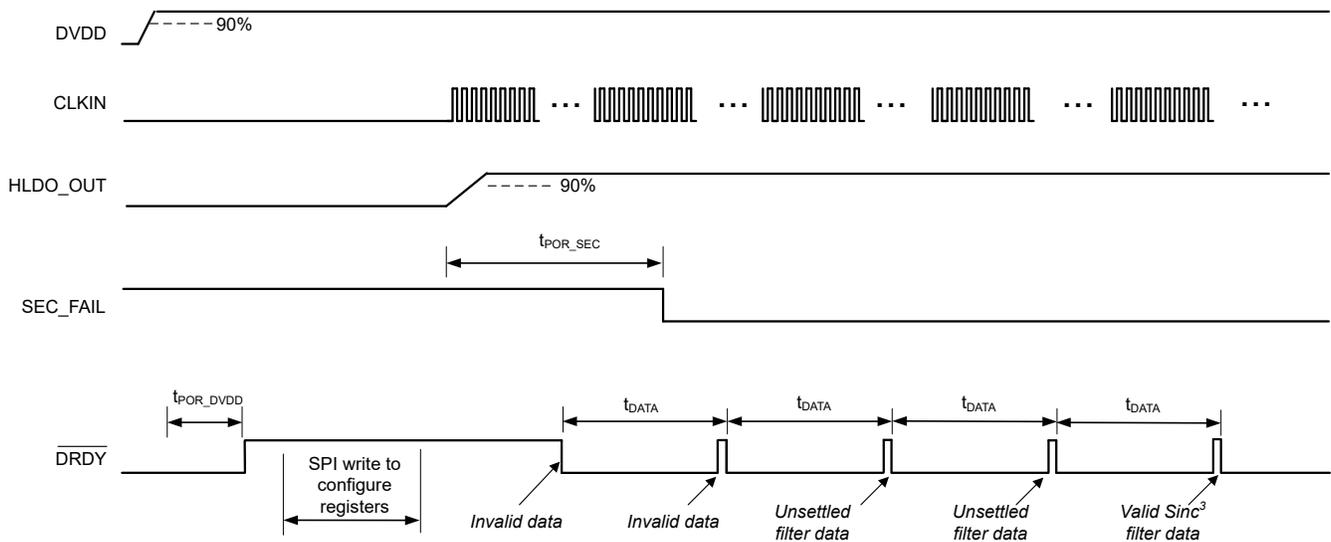
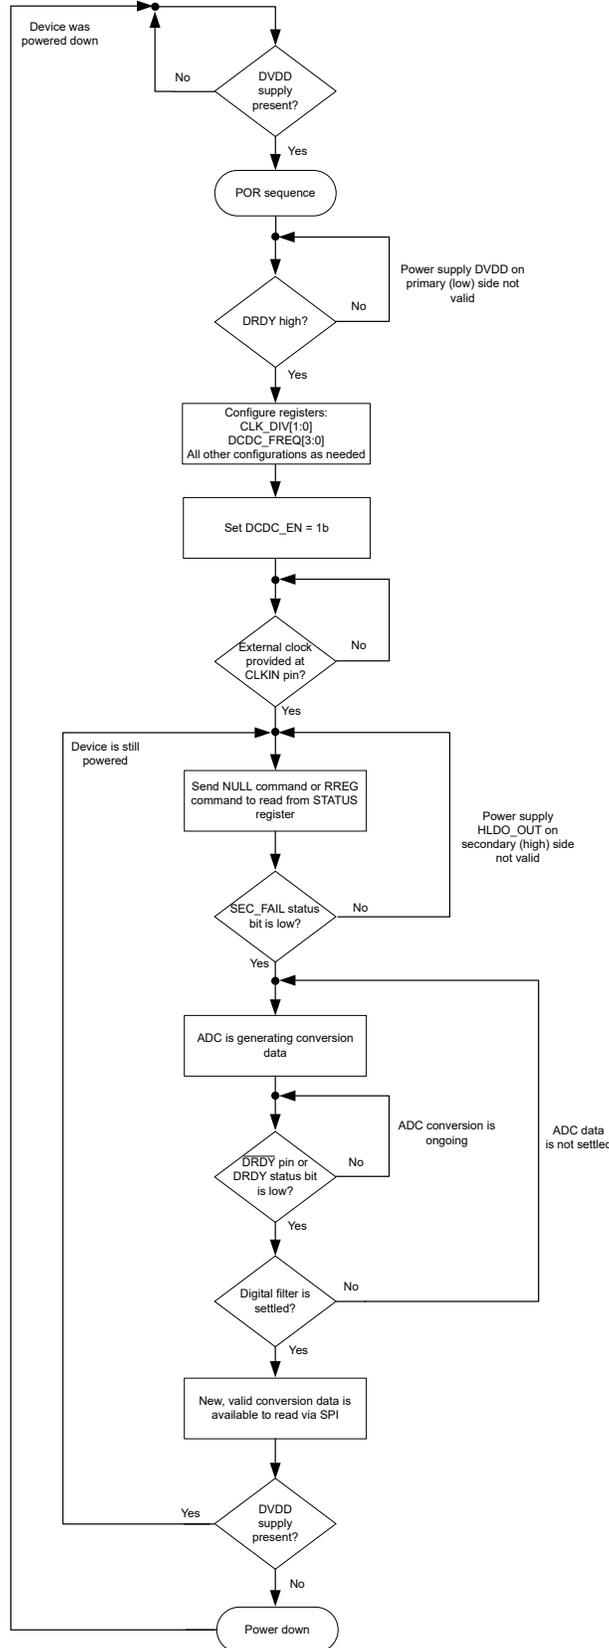

图 8-18. 上电启动行为和稳定时间，OSR = 1024
图 8-19. 上电启动过程的流程图
本节介绍了 AMC131M03-Q1 上电的推荐步骤。图 8-18 所示为使用此建议序列时器件行为的时序图。图 8-19 以图形方式提供了建议序列的流程图。
- $\overline{\text{DRDY}}$  从高电平转换到低电平表示新的转换数据可用。如图 8-18 所示，只有 SEC\_FAIL 在转换期间读取为 0b 时，ADC 数据才有效。图 8-18 中显示的前两个转换结果表示无效数据。
- 当 ADC 生成有效数据时，数字滤波器必须稳定，如 *SINC3* 和 *SINC3 + SINC1* 滤波器部分所述。图 8-18 中显示的两个后续转换结果是未稳定的结果（假设 OSR 等于 1024），而显示的最后一个转换结果提供了有效的稳定数据。
在图 8-18 中， $t_{\text{POR\_SEC}}$  是从启用直流/直流转换器到 SEC\_FAIL 位的第一个下降沿的时间，其中后者表示 HLDO\_OUT 引脚上的次级电源已稳定。 $t_{\text{POR\_DVDD}}$  是从 DVDD 电源 90% 到  $\overline{\text{DRDY}}$  第一个上升沿的时间。